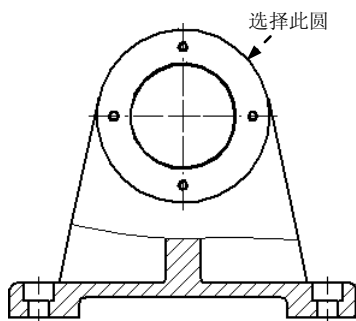
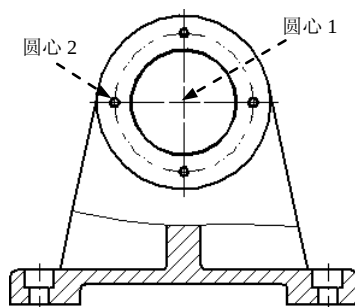

图 8.13.59 标记中心标记
图 8.13.60 标记螺钉圆孔中心线
Step5. 标注左视图中心标记。单击 **主页** 选项卡 **注释** 区域中的  命令，在“方位”下拉列表中选择 **水平/垂直** 选项，确认  按钮处于按下状态，然后选择图 8.13.59 所示的圆，结果如图 8.13.60 所示。